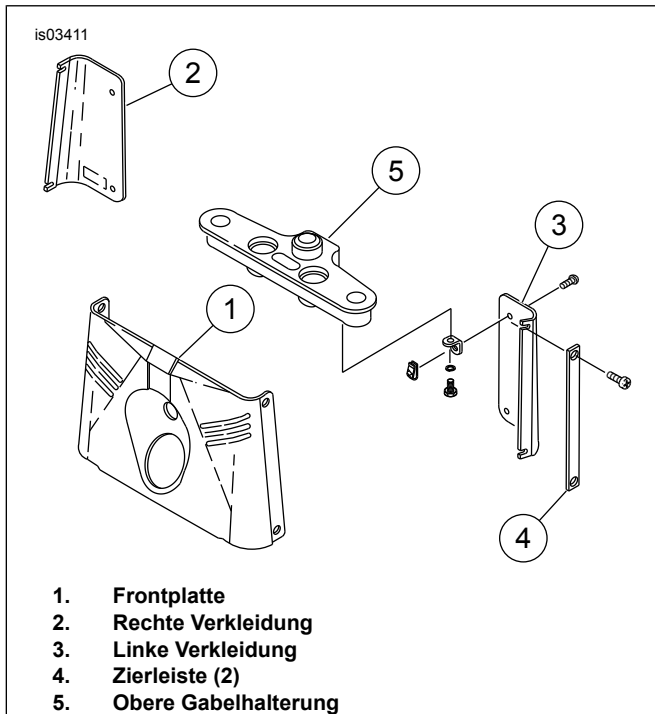

Abbildung 2. Vorderradgabel-Verkleidungen
- Siehe Abbildung 2. Die Schrauben, mit denen die Zierleisten (4), die seitlichen Rückplatten (2, 3) und die Frontplatten (1) angebracht sind, entfernen. Die Verkleidungen entfernen. Beim Entfernen der Verkleidungen vorsichtig die Führungsklemme der Bremsleitung von der rechten Rückverkleidung aus entfernen. Die Bremsleitung **nicht** öffnen.